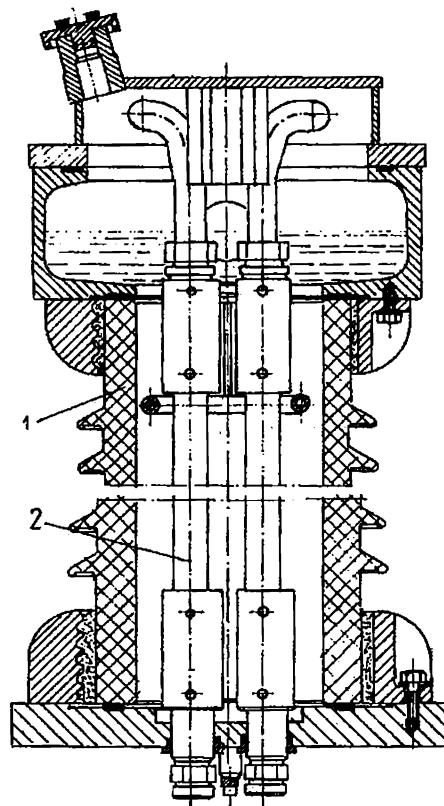

fig.6.15. Ansamblul coloană izolantă IO-110 kV
Coloana izolantă(fig.6.15), asigură izolația față de pământ; în componența ei intră carcasa de porțelan (1), tuburile izolante de înaltă presiune (2).